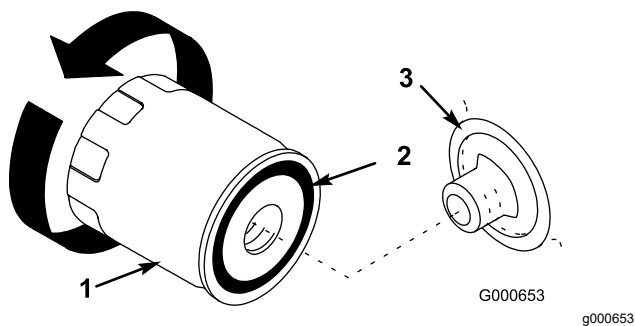

Рисунок 30
8. Снимите старый фильтр и протрите поверхность прокладки переходника фильтра (Рисунок 30).
фильтр по часовой стрелке до контакта резиновой прокладки с переходником фильтра, после этого затяните фильтр, повернув его еще на пол-оборота (Рисунок 30).
9. Нанесите тонкий слой свежего масла на резиновую прокладку нового фильтра (Рисунок 30).